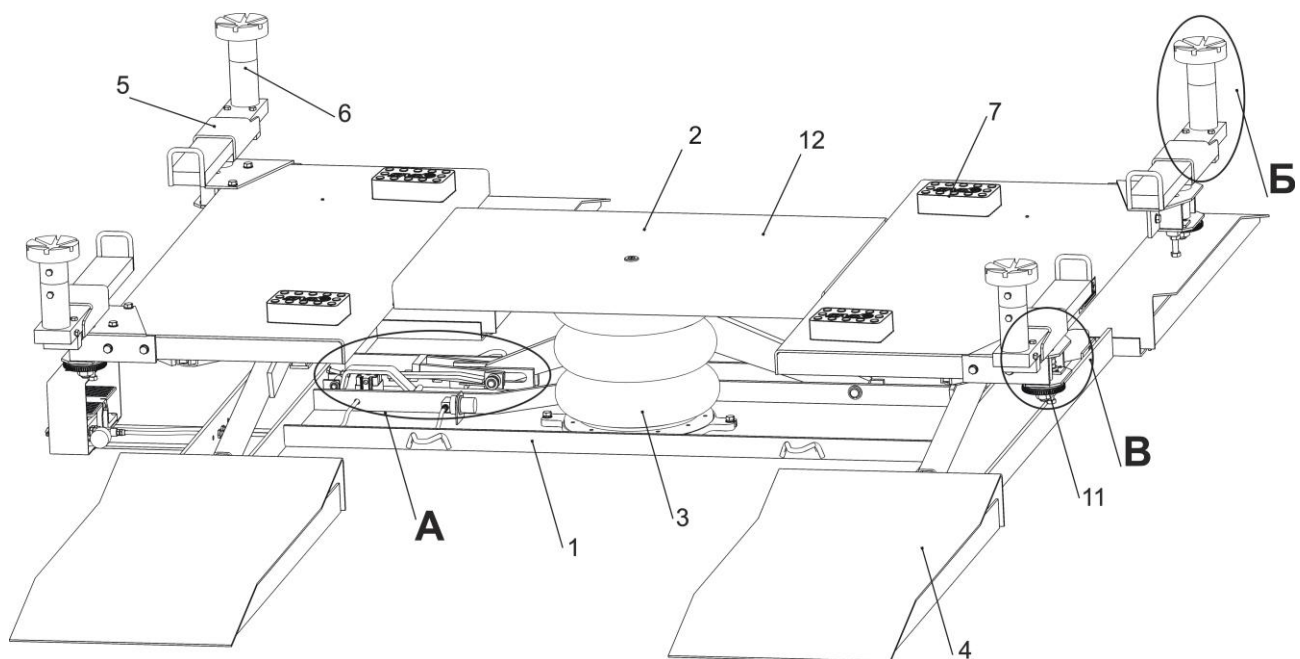

Рисунок 1
Автомобили с малым дорожным просветом устанавливают на четыре резиновых опоры 7 (рисунок 1)
**ВНИМАНИЕ!** Винтовые опоры 6 обязательно располагать над платформой 2 (рисунок 1).